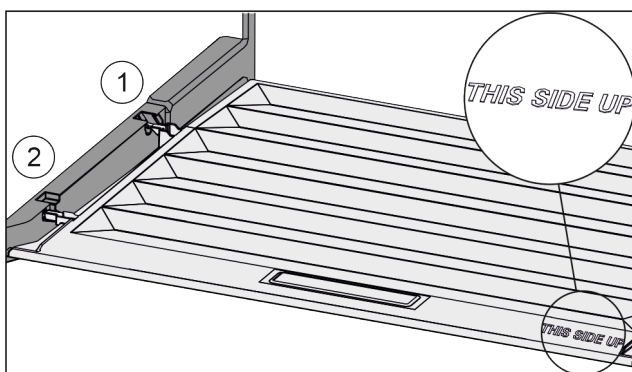

Fig. 92
- ▶ Výstupky veka zavedte cez otvor zadného držiaka Fig. 92 (1) a zaistite vpredu v držiaku Fig. 92 (2).